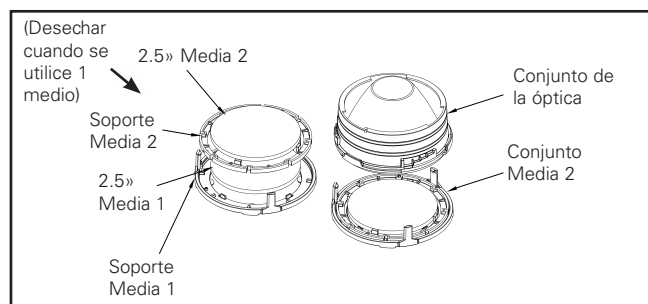

Figura 18.
6. Para instalar la lente asimétrica, siga los pasos 1 a 5 con la configuración de lentes asimétricas (Figura 18 y 21).